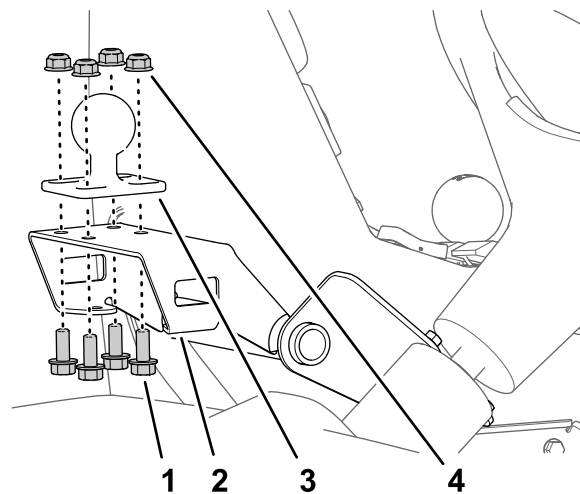

Figura 164
- Monte el soporte de bola en el soporte del monitor (Figura 164) con los 4 pernos con arandela prensada (5/16" x 3/4") y 4 tuercas con arandela prensada (5/16").